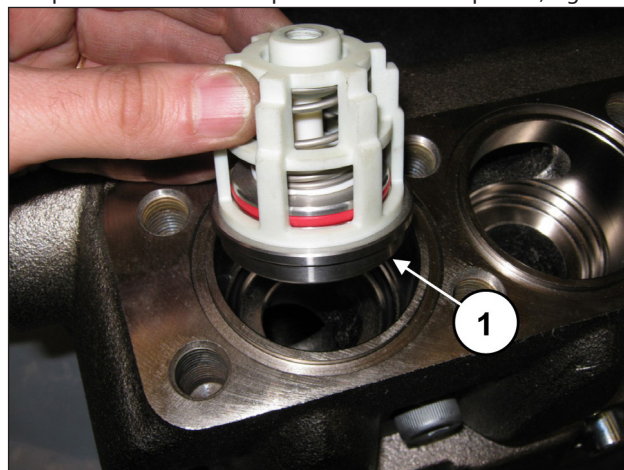
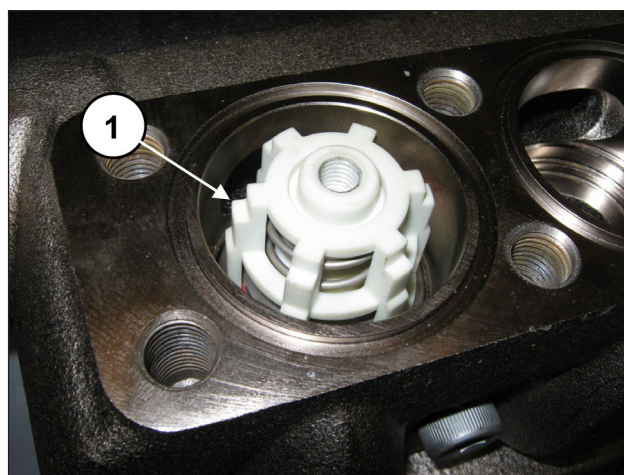

Fig. 156
Fig. 157
Accertarsi che O-ring e anello antiestrusione vengano alloggiati perfettamente in sede. Inserire il gruppo valvola di mandata (pos. ①, Fig. 156). Il gruppo valvola completo deve essere inserito completamente a fondo e presentarsi come in pos. ①, Fig. 157.